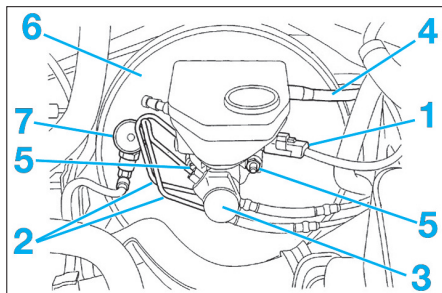

Fig. 6
- le connecteur de niveau de liquide de frein (1) (Fig.6).
- Débrancher la canalisation (7) de dépression du servofrein (Fig.6).